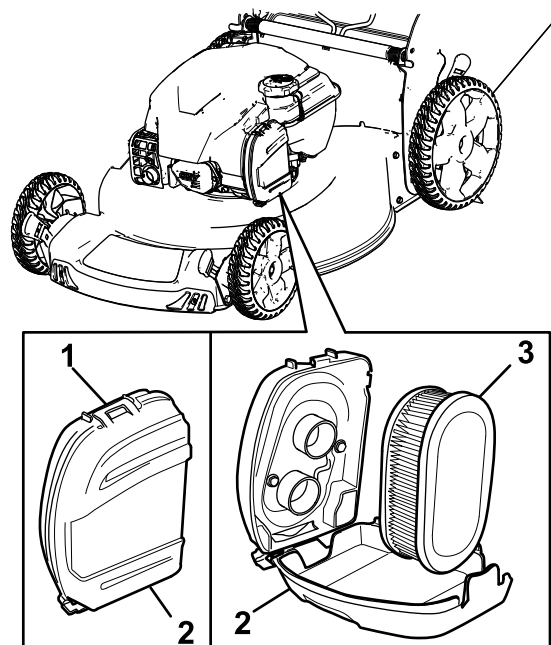

Figura 23
1. Abra los cierres de la parte superior de la tapa del filtro de aire (Figura 23).
2. Retire el filtro de aire (Figura 23).